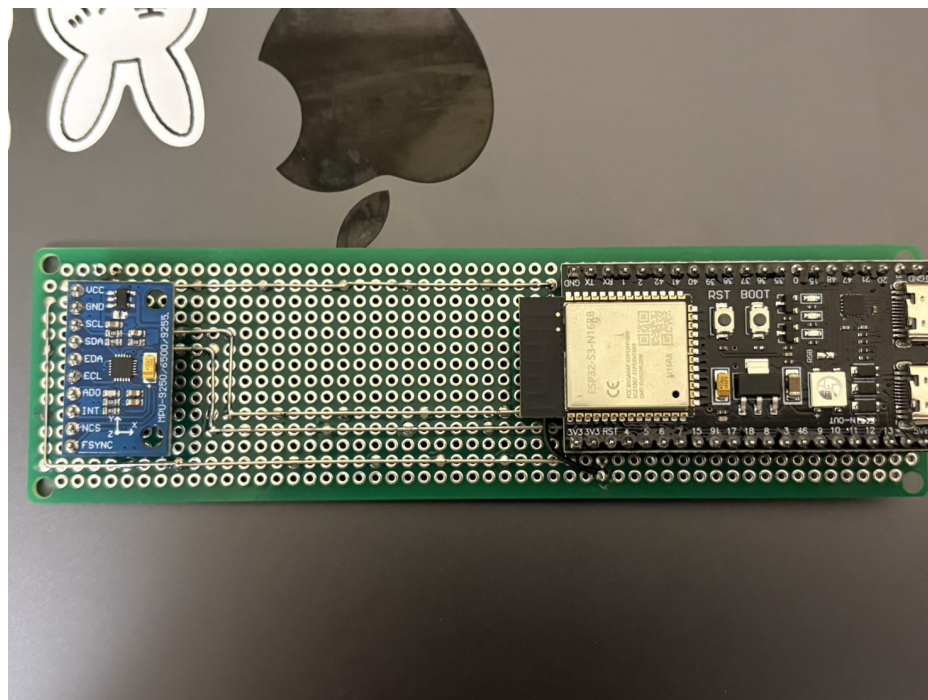
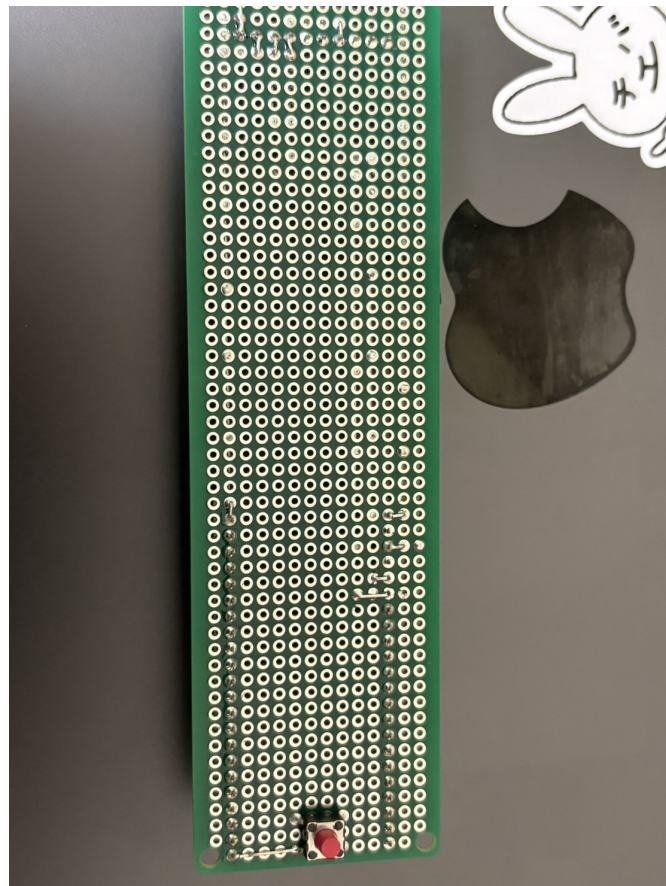

図 1 指揮者ノード基板（表面）：ユニバーサル基板に MPU-9250 IMU センサーモジュール（左）と ESP32-S3-N16R8 開発ボード（右）を手はんだで実装
図 2 指揮者ノード基板（裏面）：はんだ配線の跡. 下部にタクトスイッチ
- 回路の実物が形になった（図 1, 図 2 参照）
- [回路の手はんだ作業自体は形になったが（図 1, 図 2）、配線ミスでマイコンを破損してしまった。代替品の到着を待って再実装する]
- 回路写真：図 1（表面）、図 2（裏面）